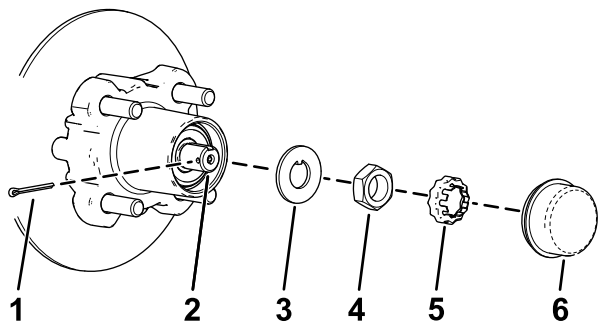
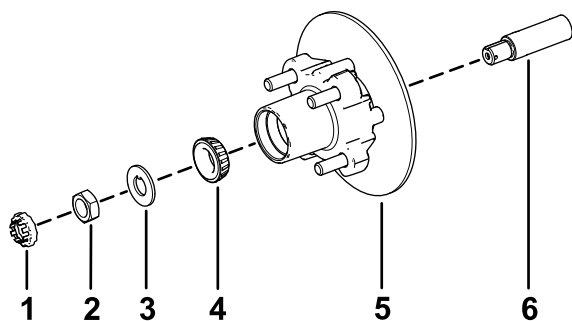

**Figura 35**
Figura 39
3. Retire los pernos con arandela prensada ( $\frac{3}{8}$ " x  $\frac{3}{4}$ ") que sujetan el soporte del conjunto de freno al eje y separe el freno del eje (Figura 35).
1. Aplique una ligera capa de grasa del tipo especificado en el eje (Figura 39).
2. Monte el cubo y el rotor en el eje con el rotor hacia dentro (Figura 39).
3. Monte el cojinete exterior en el eje y acople el cojinete al anillo de rodadura exterior (Figura 39).
4. Monte la arandela con pestaña en el eje (Figura 39).
5. Enrosque la tuerca en el eje y apriete la tuerca a 15 N·m, girando el cubo para asentar el cojinete (Figura 39).
2. Alinee las pastillas de freno en cada lado del rotor (Figura 35) y los taladros del soporte de la pinza con los taladros de montaje del freno de la mangueta (Figura 39).
3. Sujete el soporte de la pinza a la mangueta (Figura 35) usando los 2 pernos con arandela prensada ( $\frac{3}{8}$ " x  $\frac{3}{4}$ ").